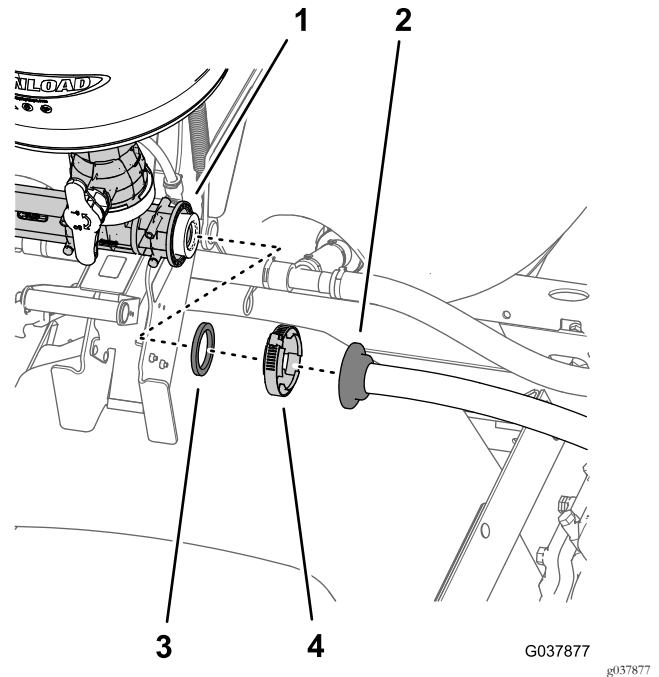

図 41
1. エダクタ給液ホースのバルブ付きストレートフィッティングをエダクタの入り口フランジに固定しているフランジクランプを取り外す 図 41。
2. バルブ付きストレートフィッティングをエダクタから外してガスケットを外す 図 41。